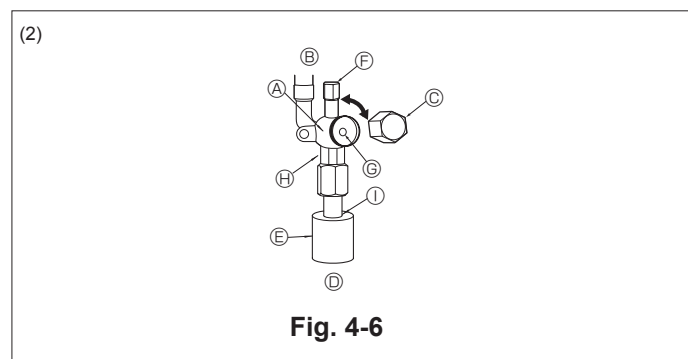

Fig. 4-6
- Lado del líquido (Fig. 4-6)
- (A) Válvula
- (B) Lado de la unidad
- (C) Tapa
- (D) Lado del tubo local
- (E) Cubierta del tubo
- (F) Puerto de servicio
- (G) Orificio de llave
- (H) Sección de llave doble (No utilice una llave en ninguna otra sección. De hacerlo podría provocar fugas de refrigerante.)